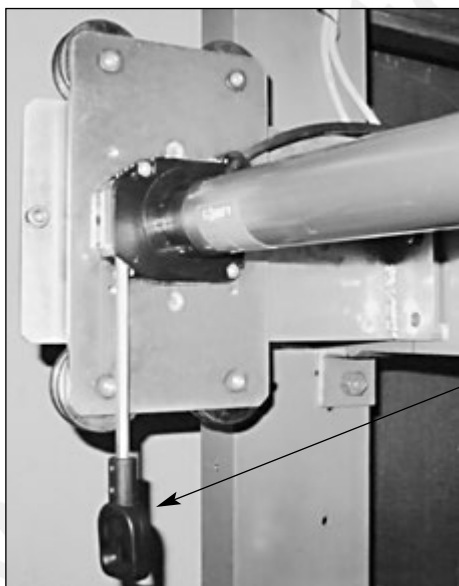

Рис.6.4
- 6.3.** При комплектации роллеты электроприводами с системой ручного аварийного подъема в качестве приводных элементов используются петля РР и вороток КР. Приводные элементы располагаются вертикально (рис.6.4). Хвостовик петли вставляется в шестигранное отверстие редуктора системы ручного аварийного подъема и закрепляется при помощи кольца и винта, входящих в комплект петли.